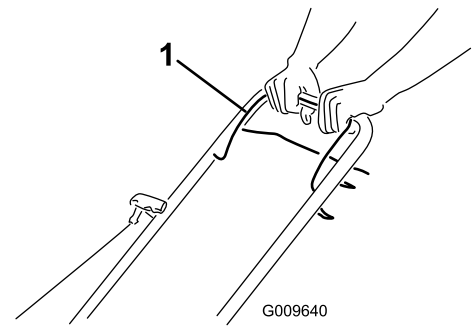

Bild 11
2. Halten Sie den Schaltbügel (Bild 11) gegen den Griff gedrückt.